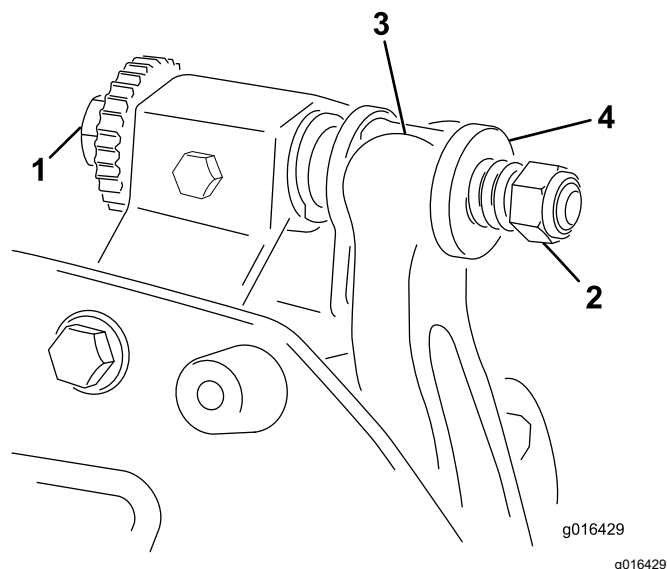

Figura 13
1. Ruotate la vite di regolazione della barra di appoggio in senso antiorario per allontanare la controlama dal cilindro (Figura 13).
2. Allentate il dado di tensione della molla finché la rondella non sarà più in tensione contro la barra di appoggio (Figura 13).
- 1. Montate il gruppo della barra di appoggio/controlama, posizionando gli attacchi di montaggio tra le rondelle e la vite di regolazione della barra di appoggio (Figura 13).